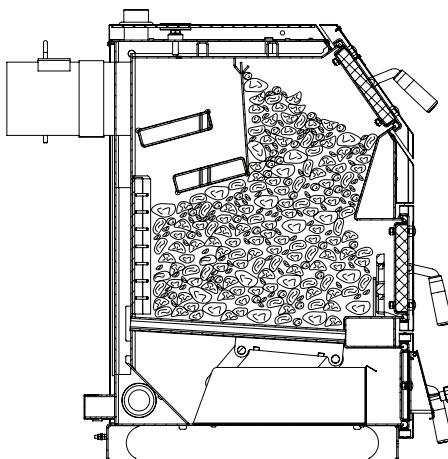

Рис.8 Заполнение котла топливом для режима длительного горения
- Заполните топку через загрузочную дверцу (**Рис.1, поз.12**). В режиме длительного горения (**Рис.8**) допускается наполнение топки топливом до нижнего края заслонки теплообменника (**Рис.1, поз.27**);